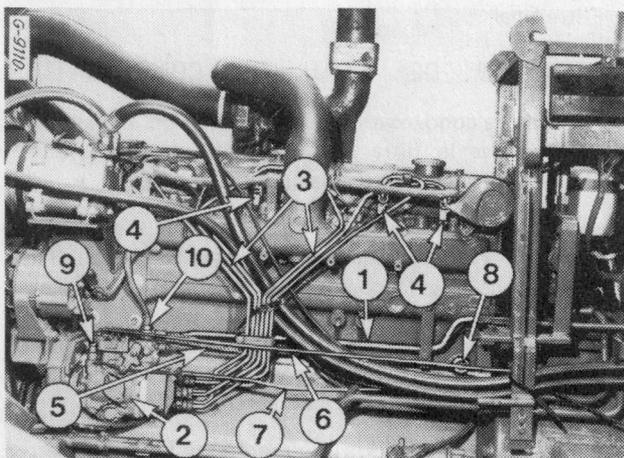
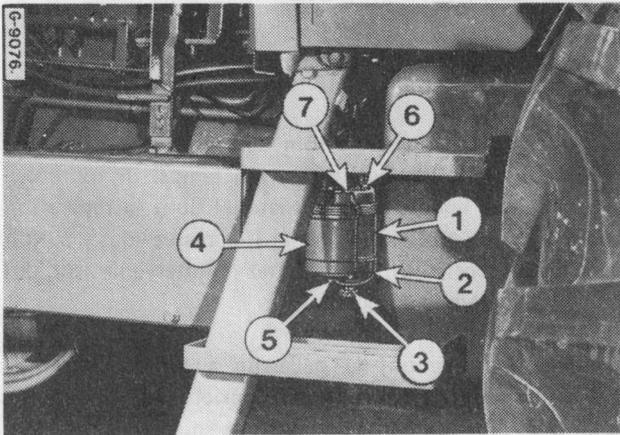
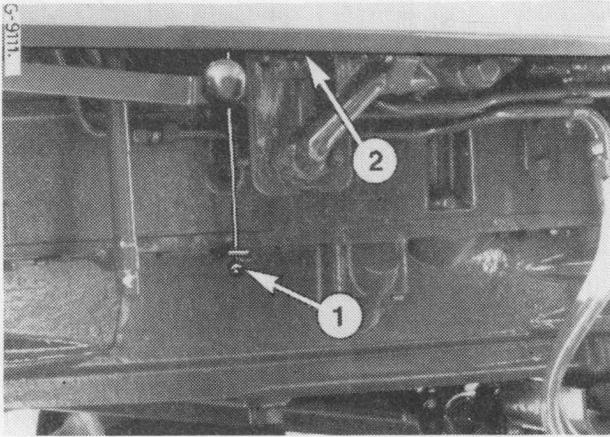

Figure 60 - Système d'alimentation.
Figure 61
Figure 64a
Resserrez la vis de vidange (3) fig. 61 et la vis (6) avant de faire démarrer le moteur. Resserrez la vis dès que l'eau est évacuée et que le combustible s'écoule. Si vous avez laissé l'eau dépasser le haut de la cuve transparente (2) il est nécessaire de purger également le filtre final (4). Pour ce faire desserrez la vis (5) et la vis de purge (7) jusqu'à ce que le combustible commence à s'écouler.
Desserrez les vis de purge (6 et 7) fig. 61 et (9) fig. 60, dans cet ordre, et resserrez-les quand le combustible s'écoule sans bulles d'air. Pendant tout ce temps actionnez l'extension de levier de commande manuelle (1) fig. 64a et n'arrêtez que lorsque la vis de purge correspondante est resserrée.
NOTE : Si le réservoir de combustible a été asséché il faut purger la pompe d'injection. Resserrez la vis de purge (10) fig. 60 et resserrez-la lorsque le combustible s'écoule exempt de bulles d'air.